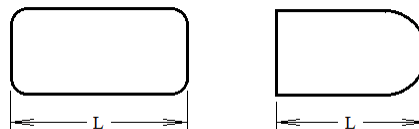

Figura 2: Opciones de ruta a simular.
- La ruta debe tener una de las dos formas mostradas en la figura 2. Cada grupo selecciona la que deseen.